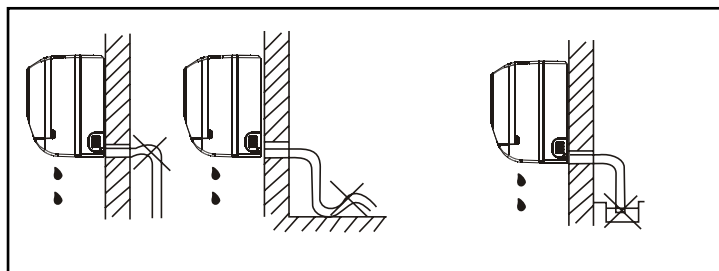

fig.3
2. Nu îndoiți și nu răsuciți tubulețul de evacuare a condensului, pentru a evita înfundarea sa; nu introduceți direct în apă extremitatea tubului (fig. 3).